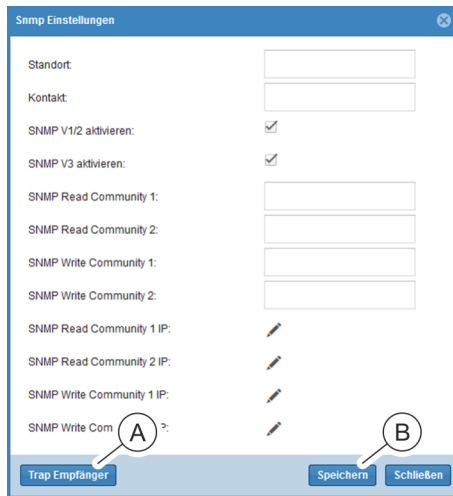

Abb. 160: Fenster "SNMP-Einstellungen"
3. Im Fenster "SNMP-Einstellungen" die Schaltfläche „Trap-Empfänger“ (Abb. 160/Ⓐ) anklicken.